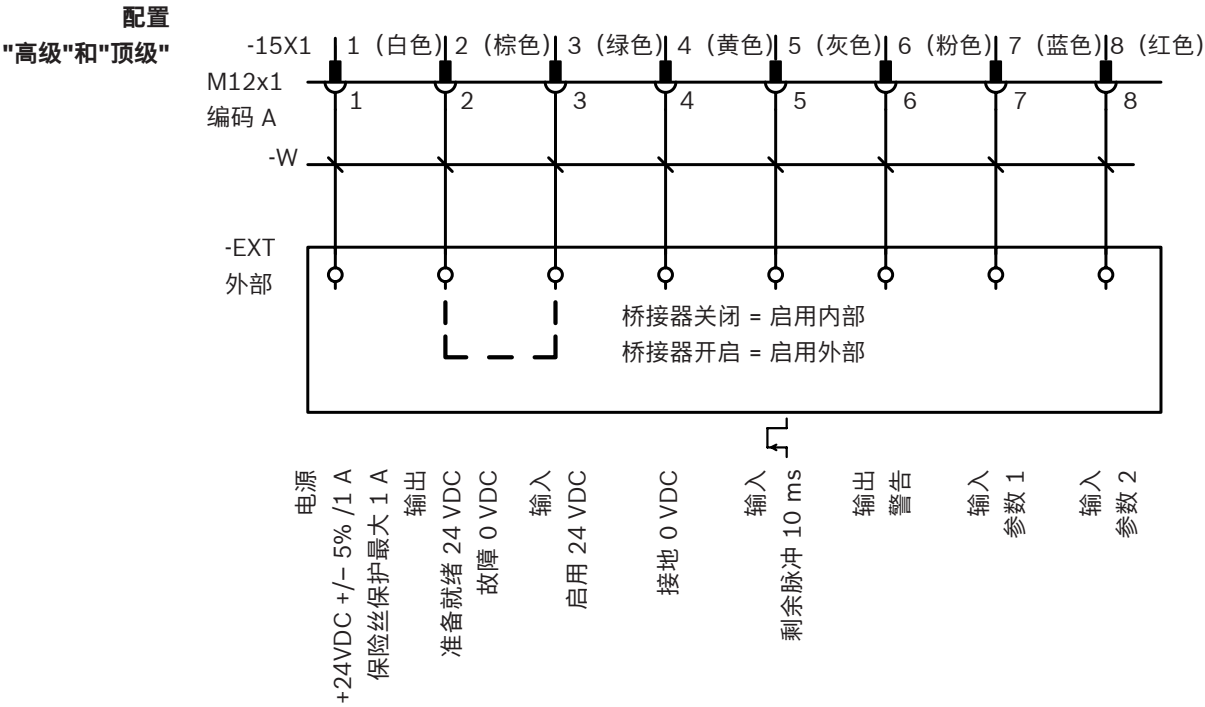

图 16: 端口 15X1 的分配：使能信号 24 VDC
► 用于连接电源的连接插头（可选配，请参阅第 17.3 章"附件"），图 16 为上位机控制系统的接口：